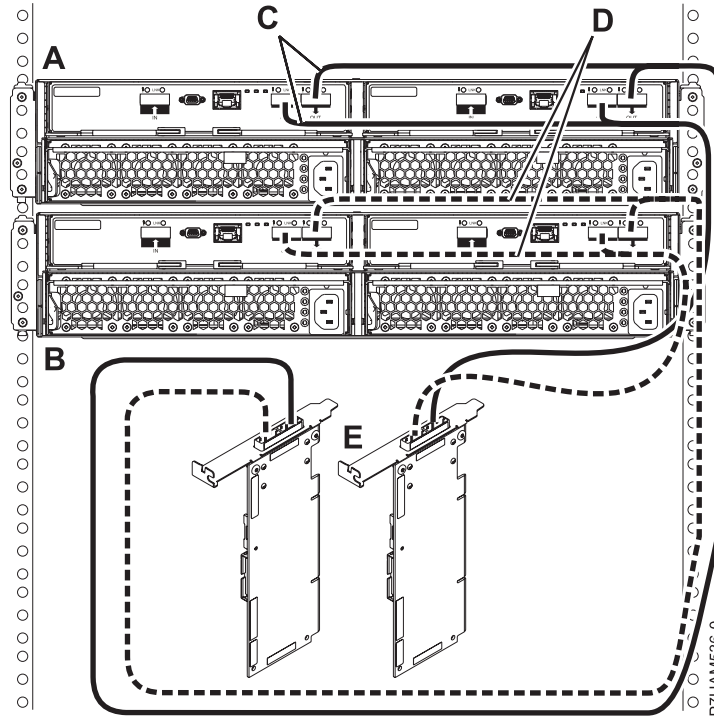

Figure 15. Connexion de mode 1 de deux boîtiers d'unité de disque 5887 via des câbles YO à une paire d'adaptateurs SAS
- Effectuez la connexion de mode 1 de deux boîtiers d'unité de disque 5887 (A et B) via des câbles YO (C et D) à une paire d'adaptateurs SAS (E). Voir figure 15, à la page 17.
- Chaque adaptateur SAS de la paire (C) peut accéder aux 48 baies d'unité.